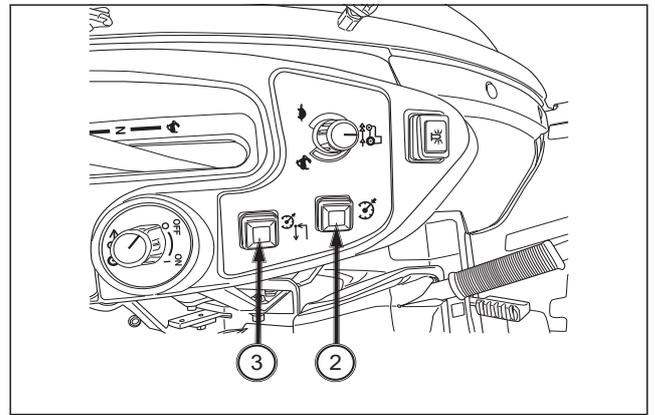
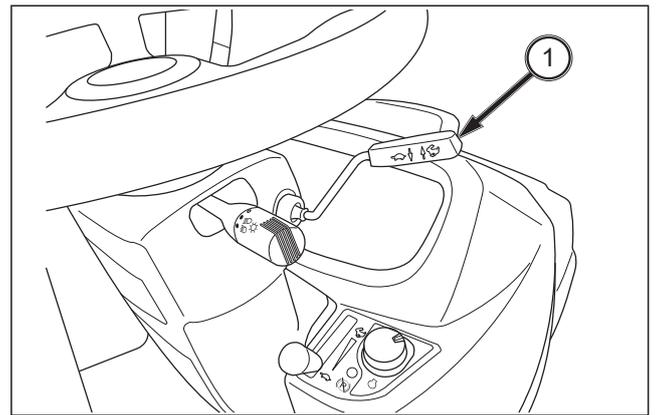

FIG. 83
FIG. 85
FIG. 83: El control de crucero se detiene si se vuelve a pulsar el interruptor del control de crucero a la posición OFF, o se pisa el pedal HST, o se acciona la palanca de avance/retroceso, o se pisa el pedal de freno. Al mismo tiempo, se apagará la lámpara de control de crucero (4).
FIG. 85: La palanca de ajuste de la velocidad de crucero (1) se acciona para aumentar la velocidad de crucero tirando de la palanca hacia arriba o para reducir la velocidad empujando la palanca hacia abajo. Durante el modo de control de crucero, mantenga la velocidad máxima de rotación del motor con la palanca del acelerador. La velocidad de crucero memorizada depende de la velocidad de rotación del motor. Después de cambiar la velocidad de crucero mediante la palanca (1), si se pulsa una vez el interruptor de memoria del control de crucero (Fig.83 (3)), se vuelve a la velocidad memorizada.